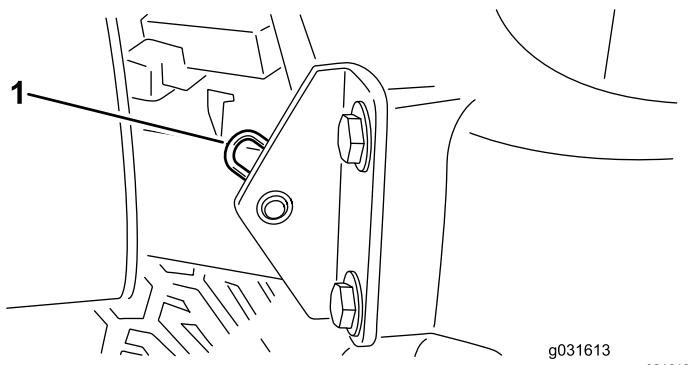

Bild 31
2. Entfernen Sie den Splint, mit dem das Gelenk der Motorhaube an den Befestigungshalterungen befestigt ist (**Bild 31**).